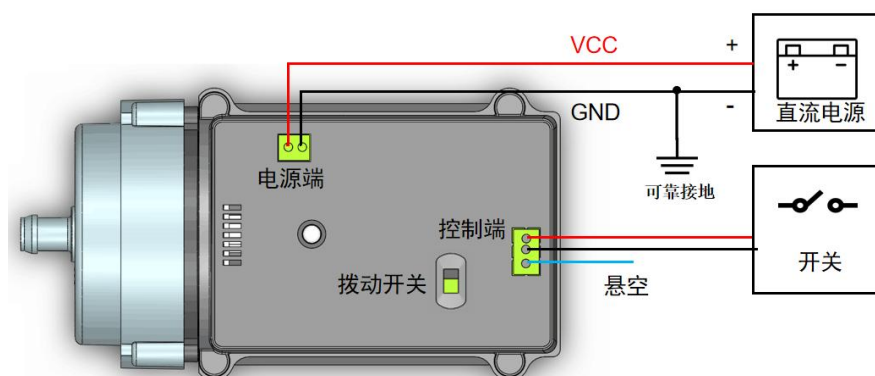

图 5-1 基础远控型接线说明
注：1、当不需要通过信号调速时，可按照图 5-1 进行接线控制泵的启停。
- 3、当不需要调速功能时，可按照图 5-1 进行接线控制泵的启停。
- 4、如需在某固定转速下进行启停控制使用，可用电位器调速到需要的转速，拔掉旋钮电位器，再按照图 5-1 进行接线控制泵的启停，此时泵将按照调整后的转速进行启停。